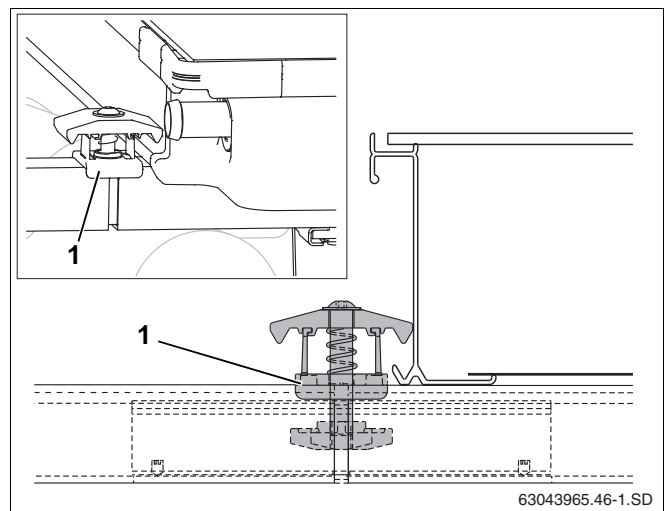

Fig. 45 Montering af dobbeltsidet opspændingsanordning
- ▶ Læg den dobbeltsidede opspændingsanordning ind i profilskinnsens og stikforbinderens åbning med møtrikken foran, så plast-afstandsholderen (fig. 45, **pos. 1**) griber om profilskinnsens.